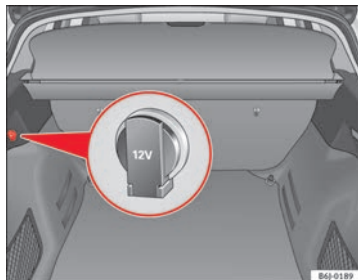

Fig. 91 Détail du revêtement latéral du coffre à bagages : prise de courant de 12 volts
- Levez le cache de la prise de courant ⇒ fig. 91.